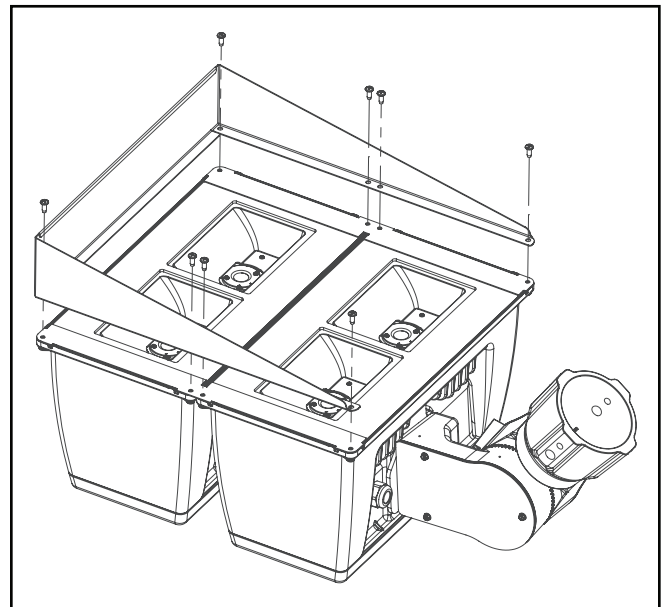

Figura 7.
### Visor (Figura 7.)
1. Afloje y retire los (4) tornillos de cabeza Phillips 10-24 de la parte frontal de la luminaria y consérvelos para referencia futura.
2. Alinee el visor sobre la parte superior de los ganchos para la lente de modo que coincidan con los (4) orificios existentes. (Figura 7.)
3. Use los (4) tornillos de cabeza Phillips 10-24 para sujetar el visor.